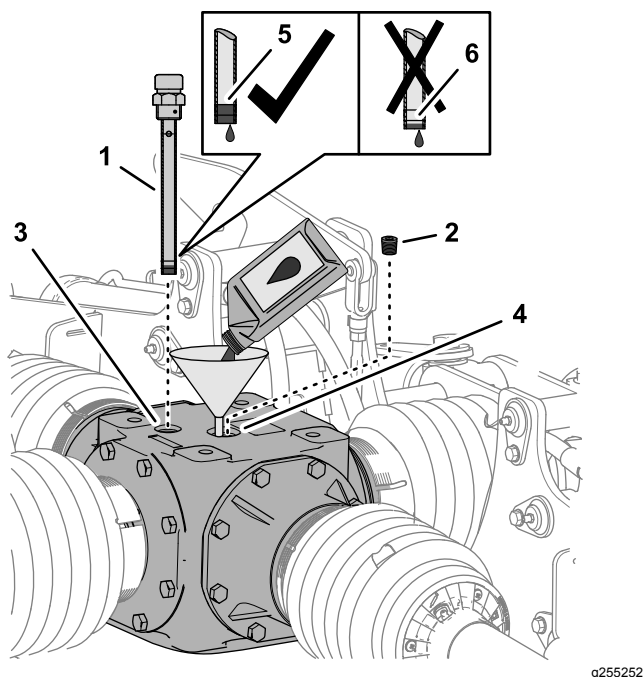

Рисунок 55
- Выверните пробку из заливного отверстия в верхней части редуктора (Рисунок 55).
- Долейте 1774 мл трансмиссионного масла указанного типа в редуктор через заливное отверстие (Рисунок 55).
- Заверните масломерный щуп в отверстие, выверните щуп и проверьте уровень масла по щупу (Рисунок 55).
- Заверните масломерный щуп в заливное отверстие и затяните его (Рисунок 55).
- Заверните пробку в заливное отверстие и затяните ее (Рисунок 55).